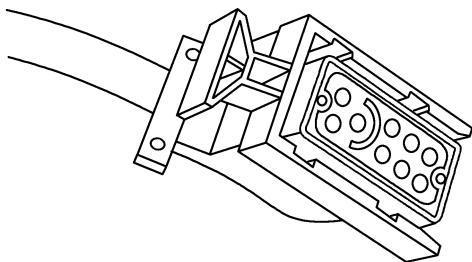

图6-76 AMP VP44 插头
(1) 触针更换 AMP VP44 插头如图6-76。此插头触针不能维修或更换, 插头必须整体更换。